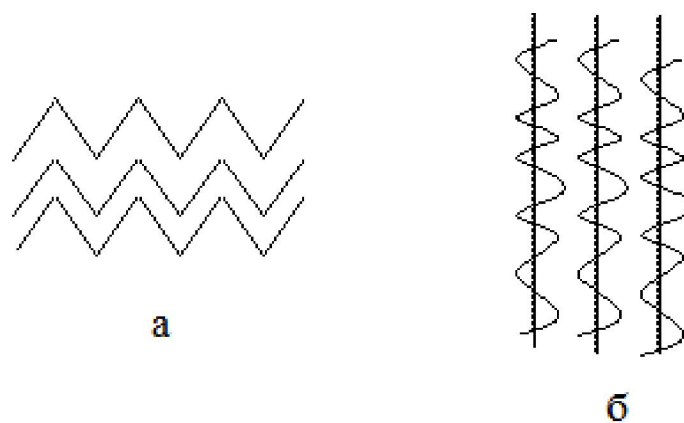

Рис. 1.6. Схема орієнтації ланцюгів полімера під час кристалізації: а – в пачці; б – гвинтова структура
2. орієнтація ланок одного полімерного ланцюга відносно ланок іншого ланцюга (рис. 1.6):